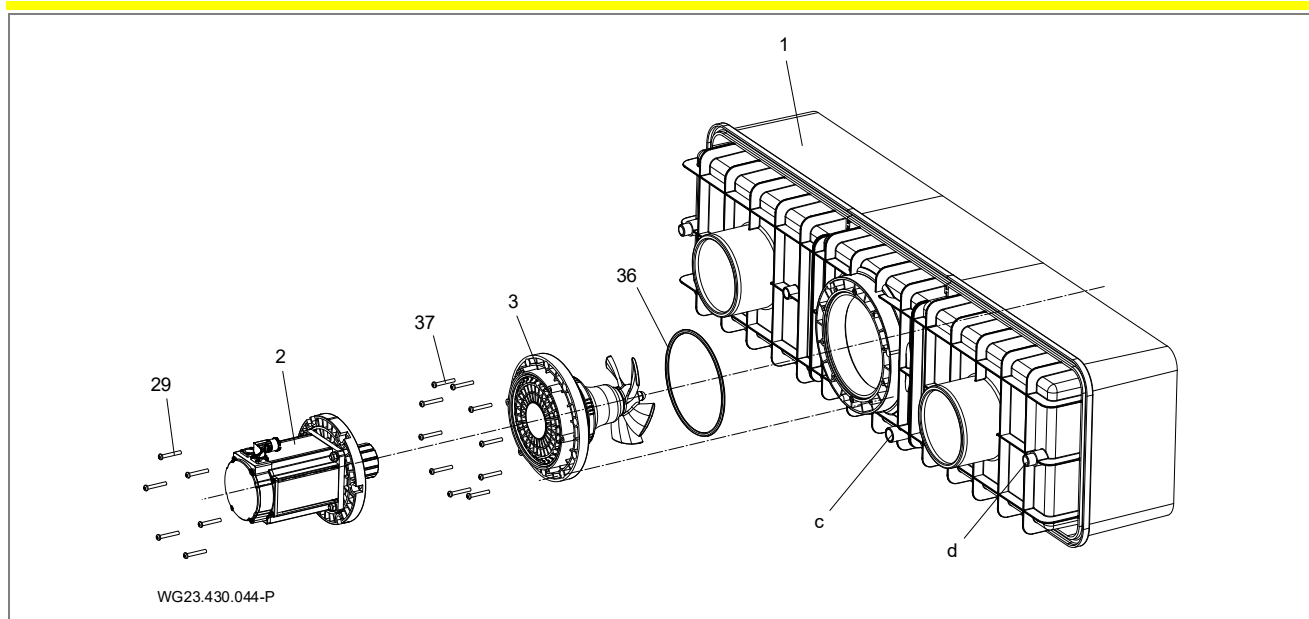

Fig. 16
1. Sgrassare il bocchettone di raccordo (d, vedere "Fig. 16" a pagina 22) dell'alloggiamento in plastica (1) e la presa di collegamento della guaina di protezione cavi (12) con un detergente PVC-U/ABS.